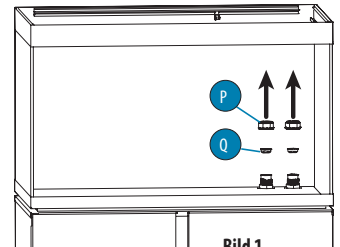

Bild 1
1. Skruva ur pluggen (P) för hand och ta ut pluggen (Q) ur öppningen (O) (bild 1).
1. Skruva ur pluggen (P) för hand och ta ut pluggen (Q) ur öppningen (I) (bild 1).